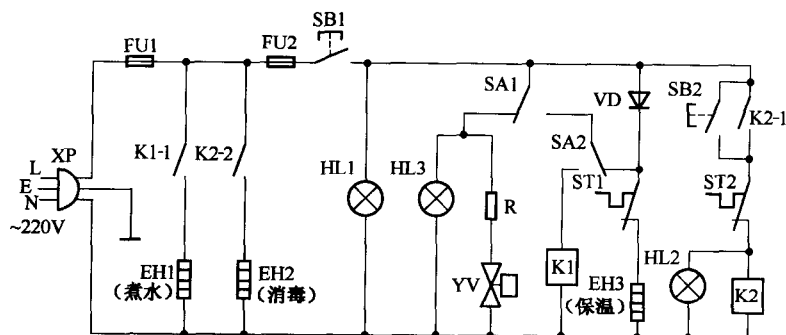

图 1-7 腾飞牌 FD-09 型多功能保健电开水器电路原理图
(2)电路原理。腾飞牌 FD-09 型多功能保健电开水器电路原理如图 1-7 所示,由进水和煮水电路、保温电路、消毒电路三部分组成。